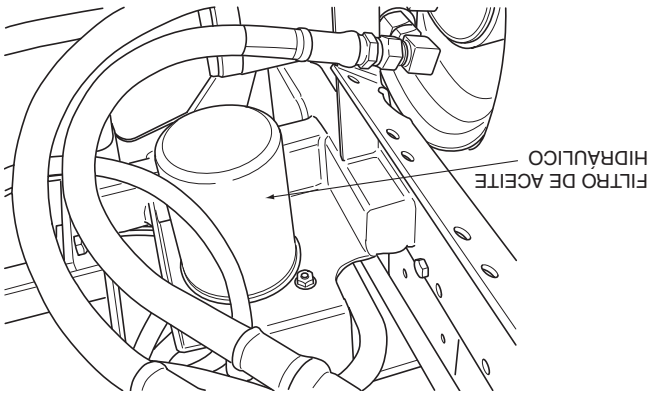

Figura 7-3. Filtro de aceite hidráulico
1. Quite el elemento del filtro de aceite y deséchelo adecuadamente. Vea la Figura 7-3). Llene el nuevo filtro con aceite limpio de motor e instálelo. Apriételo a mano solamente.
2. Coloque un recipiente adecuado debajo del filtro de aceite hidráulico. Quite la tapa de llenado del depósito y el tapón del drenaje del fondo de la T de drenaje de la base del filtro. Vea la Figura 7-3). Permita drenar el fluido en el recipiente y deséchelo apropiadamente.